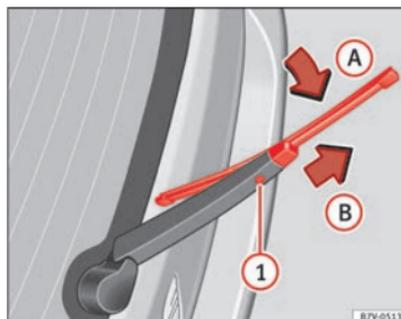

Abb. 162 Scheibenwischerblatt der Heckscheibe auswechseln.
- Scheibenwischerblatt oben in Richtung Scheibenwischerarm ⇒ Abb. 162 (Pfeil A) klappen.
- Entriegelungstaste ⇒ Abb. 162 ① gedrückt halten und das Scheibenwischerblatt gleichzeitig in Pfeilrichtung ② abziehen. Dazu kann ein erhöhter Kraftaufwand notwendig sein.
- Neues Scheibenwischerblatt **gleicher Länge und Ausführung** auf den Scheibenwischerarm entgegen der Pfeilrichtung ⇒ Abb. 162 ③ schieben, bis es einrastet. Dabei muss sich das Scheibenwischerblatt in abgeklappter Position (Pfeil A) befinden.